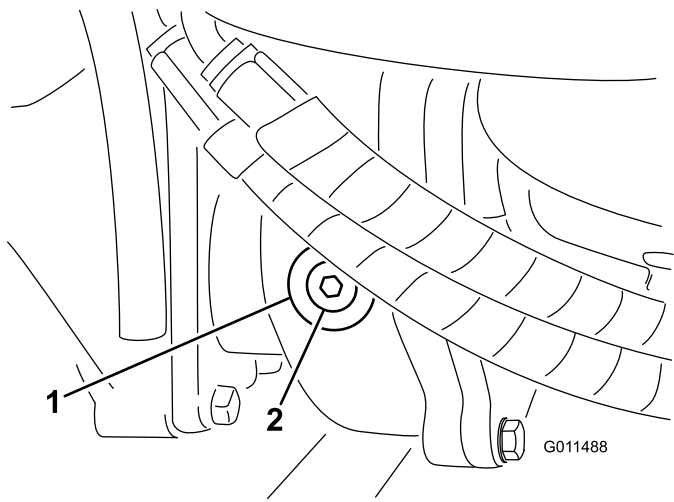

図 67
2. ギアボックスの左側から点検・補給用プラグを抜き、穴の高さまで潤滑油があることを確認する 図 67。